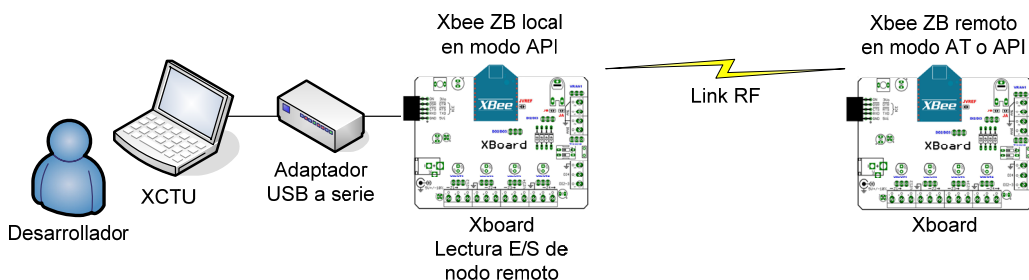

Fig. 7. Lectura del estado de entradas y salidas de un nodo remoto.
9. Leer, desde un nodo local, el estado de entradas analógicas y salidas configuradas de un módulo remoto. Antes de realizar la lectura remota se deben configurar las entradas analógicas y las salidas del nodo remoto (AN0 y AN1, y DO5, como ejemplos). Documentar la configuración de los módulos y los comandos utilizados. Ver Fig. 7.